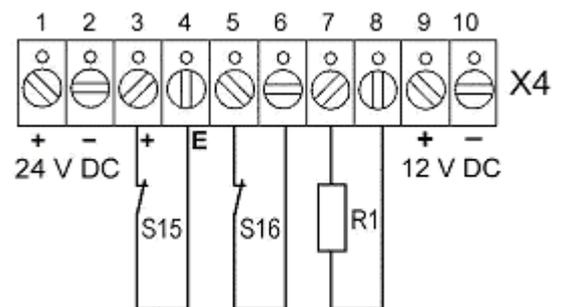

Abb. 3: Anschluss Sicherheitselemente
2. Die Anschlüsse der Schließkantensicherung SKS 8,2 kOhm an die Klemmen 7 und 8 der Klemmleiste X4 anschließen (Abb. 3).
2. Die Anschlüsse der DW-Leiste an die Klemmen 7 und 8 der Klemmleiste X4 anschließen (Abb. 3).